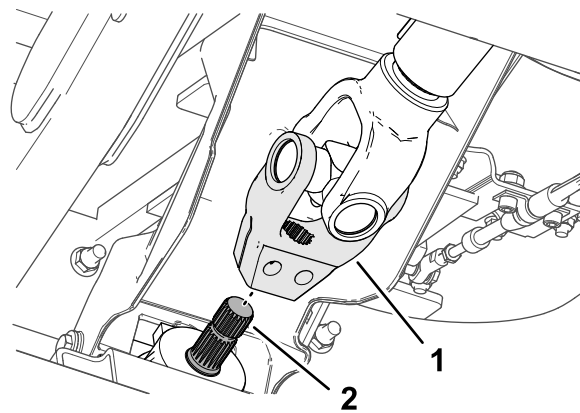

Figura 17
5. Allineate le scanalature nella forcella dell'albero di trasmissione sulle scanalature dell'albero di ingresso dell'attrezzo (**Figura 17**), e fate scorrere la forcella sopra l'albero.